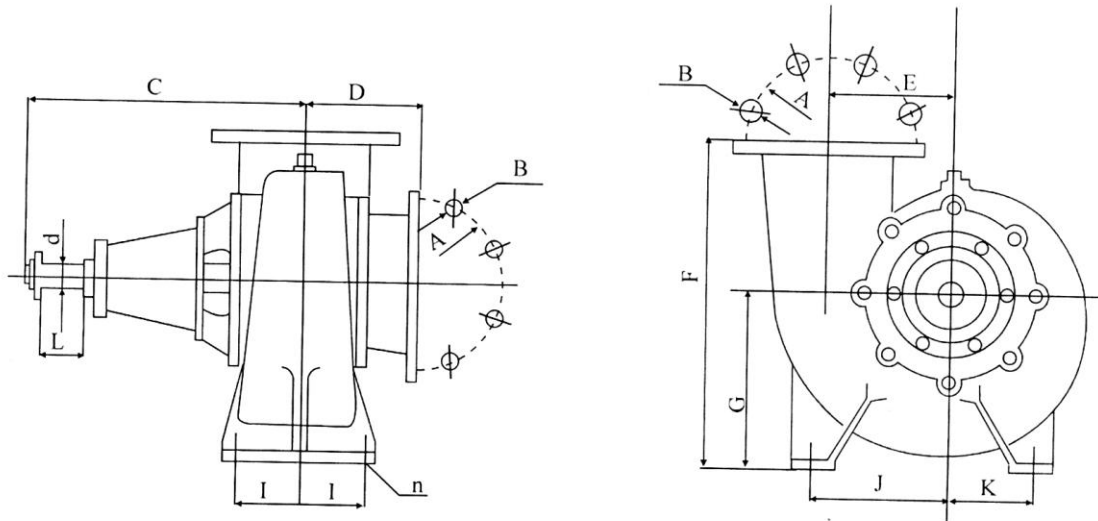
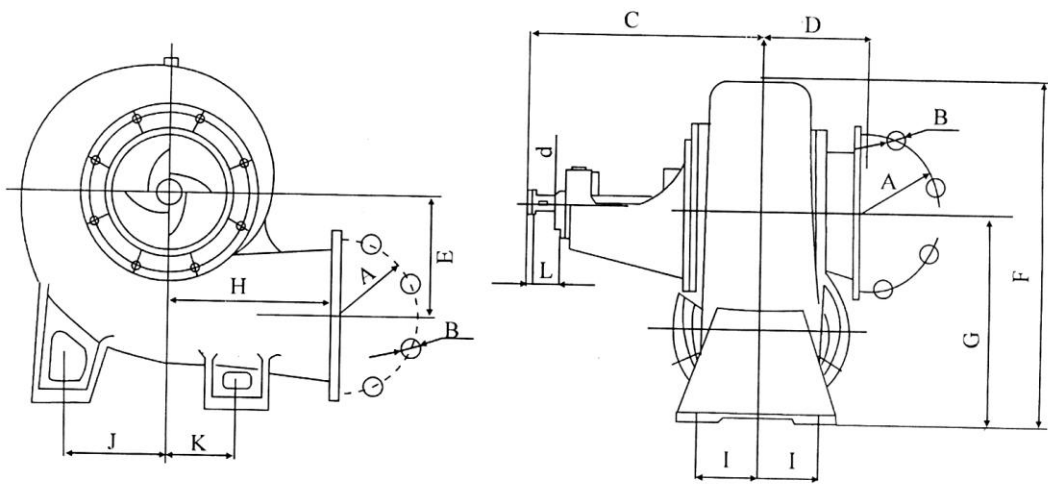

图4 100HW-300HW和350HW-8泵向上出水外形安装图
图5 400HW-800HW和350HW-8泵水平出水外形安装图
(1) HW型泵和外形安装图见图4、图5
(2) HW型泵的外形安装尺寸见表5。